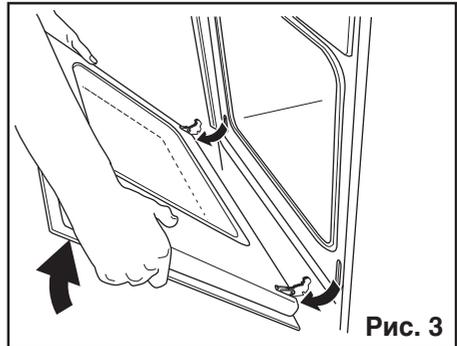

Рис. 3
4. возьмитесь за дверцу слева и справа и медленно установите ее в ПОЛУЗАКРЫТОЕ положение (Рис. 3);
5. после этого осторожно выньте ее, потянув на себя (Рис. 3);